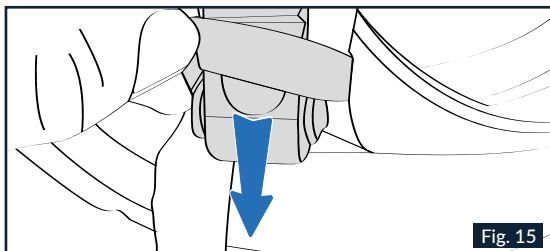

Fig. 15
1.1 Aprire il sottogola (vedi istruzioni relative) e sfilare il nastro del sottogola dal passante elastico presente sulla bandella dei guanciali (Fig.15).
6.5. Infilare il nastro del sottogola nel passante elastico presente sulla bandella dei guanciali (Fig. 15).